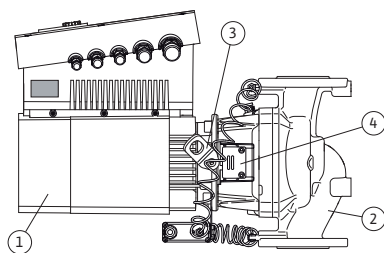

Fig. 10: Pumpe komplet
Det typiske kendetegn for serien Stratos GIGA er motorens kappekøling. Luftstrømmen ledes optimalt gennem det lange ventilatorhus (fig. 10, pos. 1) for at køle motoren og elektronikmodulet.
(fig. 10, pos. 2) viser pumpehuset med en speciel føring af lanternen for at aflaste pumpehjulet.
Transportringene (fig. 10, pos. 3) skal anvendes iht. kapitel 3 "Transport og midlertidig opbevaring" på side 201 og kapitel 10 "Vedligeholdelse" på side 240.
Det vindue i lanternen, som er afdækket med beskyttelsespladen (fig. 10, pos. 4) anvendes i forbindelse med vedligeholdelsesarbejder iht. kapitel 10 "Vedligeholdelse" på side 240. Vinduet kan også anvendes til at foretage en kontrol af lækage, så længe sikkerhedshenvisningerne iht. kapitel 9 "Ibrugtagning" på side 237 og kapitel 10 "Vedligeholdelse" på side 240 overholdes.